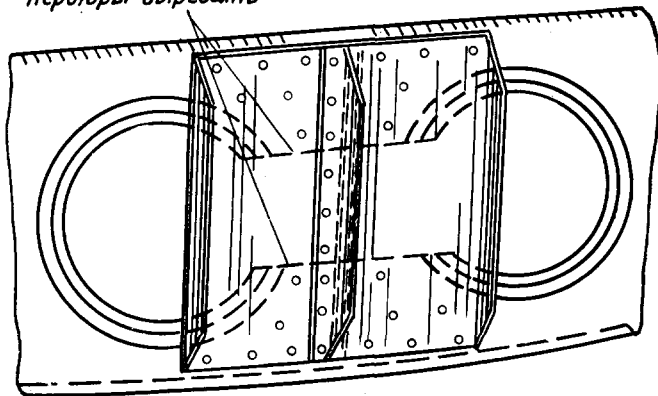

Рис. 2.10.4. Ремонт стенки нервюры в зоне расположения отверстий облегчения
6.2.5. Установите угольник на место, просверлите отверстия ϕ 3,1 мм и закрепите его заклепками 3517А-3-7, как показано на рис. 2.10.4.